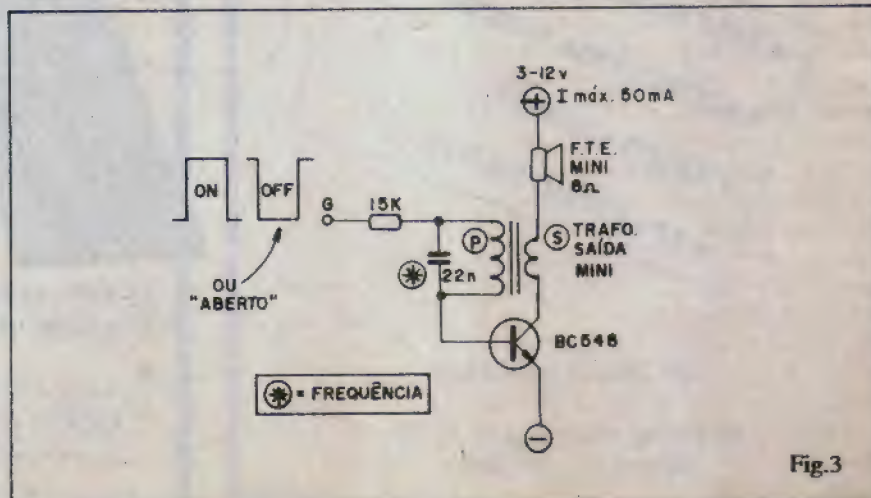

Fig.3
- **FIG. 3** - Outra idéia prática (e testada...) para "fazer um **buzzer**"... Trata-se de um circuitinho cuja principal característica é o elevado rendimento sonoro (levando-se em conta a exígua quantidade de peças...), além da possibilidade de se dotar o sistema de um terminal de "gatilho" (independente dos terminais de alimentação...). É um oscilador monotransistorizado (o BC548 admite um "monte" de equivalentes, na aplicação) por realimentação indutiva (proporcionada por um transformador de saída mini), que aciona diretamente um alto-falante mini (2 polegadas, por exemplo, ou daqueles ainda "menorzinhos", usados dentro dos fones de ouvido...). O arranjo funciona bem sob alimentação entre 3 e 12 volts (ampla faixa, portanto...) sob corrente máxima de 50mA (ainda modesta, para a maioria das aplicações...). A modificação da frequência de oscilação pode ser facilmente obtida pela alteração experimental do valor do capacitor original de 22n (marcado com asterísco, no diagrama). Se for desejado o terminal de controle ou "gatilho", basta deixar o resistor de 15K com um lado "solto" (ponto "G"), ao qual um nível "alto" (correspondente ao **positivo** da alimentação) determinará o "ligamento" do **buzzer**, enquanto que um nível "baixo" (negativo da alimentação) fará com que o